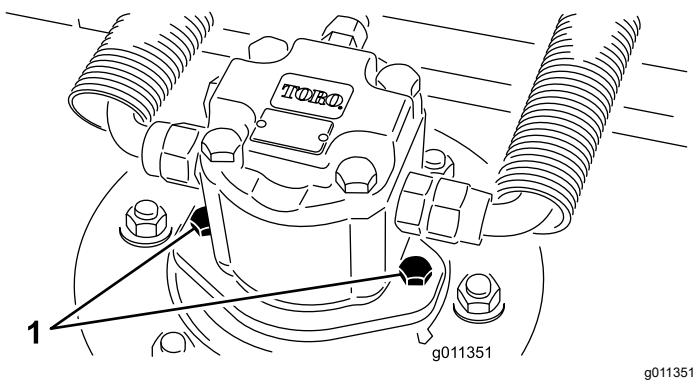

Рисунок 71
- Отсоедините и снимите гидромотор с режущего блока (Рисунок 71). Накройте верхнюю часть шпинделя для предотвращения загрязнения.
- Установите гидроцилиндр на деку (Рисунок 71). Убедитесь, что уплотнительное кольцо находится в штатном положении и не повреждено.